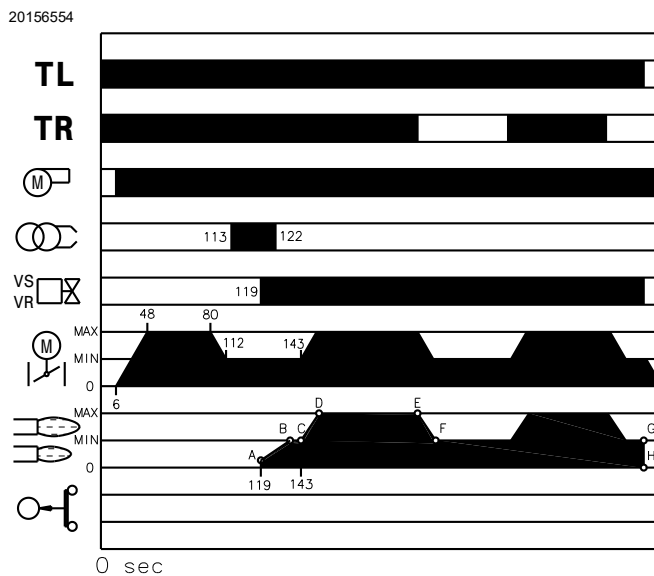

Fig. 31
- 130s Se abren las válvulas de seguridad VS y de regulación VR, (apertura rápida). Se enciende la llama, con poca potencia, punto A (Fig. 31). Sigue un aumento progresivo del caudal, apertura lenta de la válvula, hasta la potencia MÍN., punto B (Fig. 31).
Una vez terminado el ciclo de arranque, el mando del servomotor pasa al termostato/presostato TR que controla la presión o la temperatura en la caldera, punto C (Fig. 31).